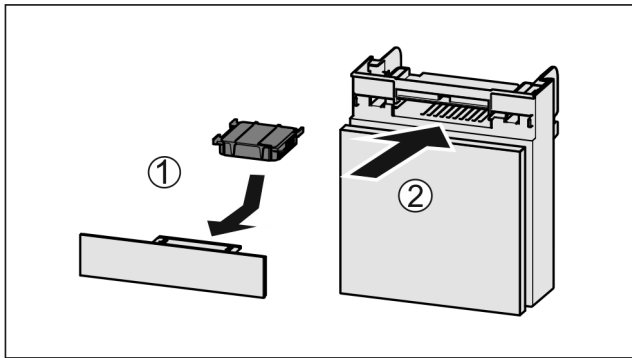

Fig. 45
- ▶ Поставете Fig. 45 (1) филтъра с активен въглен, както е показано на фигурата.
- ▶ Вкарайте Fig. 45 (2) отделението.